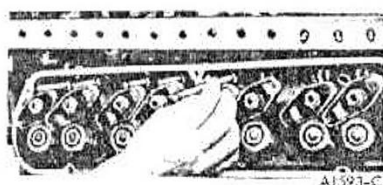

fig. 10 — remoção das varetas de válvulas
- Desapertar as porcas do prisioneiro dos balancins, de modo que os balancins possam ser girados facilmente. Retirar as varetas de válvulas em ordem (fig. 10), de modo tal que as mesmas possam ser montadas em suas posições originais. Retirar as capas das válvulas de escape.